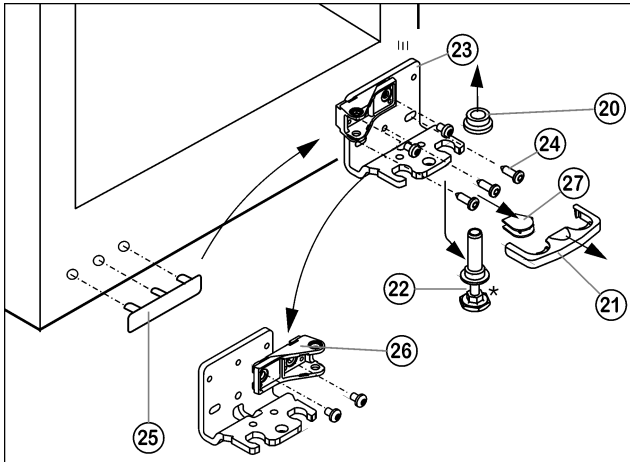

Fig. 7
- ▶ Trekk sikringen Fig. 7 (21) forover og av.
- ▶ Trekk dekselet Fig. 7 (27) av.\*
- ▶ Skru justeringsfoten Fig. 7 (22) helt inn.
- ▶ Skyv lagerbolten Fig. 7 (22) ned og trekk den ut foran. Ta hensyn til hengselageret Fig. 7 (20).
- ▶ Skru av lagerbukken Fig. 7 (23)(3 x torx 25) Fig. 7 (24).
- ▶ Løft forsiktig av dekselet på håndtakssiden Fig. 7 (25) og flytt det over til den andre siden.
- ▶ Skru lagerbukken Fig. 7 (23) fast på igjen på den nye hengselsiden ev. med en batteridrevet skrumaskin.
- ▶ Skru av lageret Fig. 7 (26), snu det 180° og skru det på igjen.
- ▶ Sett dekselet Fig. 7 (27) på på motsatt side.\*
- ▶ Sikringen (21) må gå sidelengs i inngrep på lagebukken, slik at lagerbolten og dermed døren er sikret.
- ▶ Sett sikringen (21) på lagerbukken igjen.
- ▶ Sett hengselageret Fig. 7 (20) på igjen.